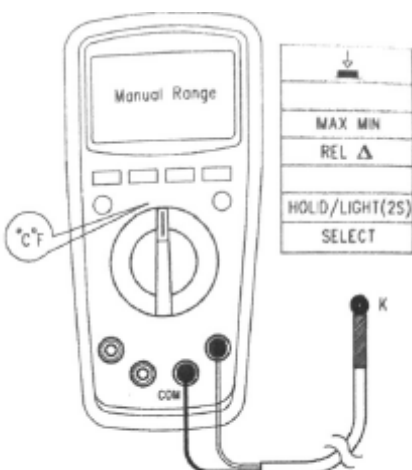

Figure 9
7) Измерение температуры (только для UT139C) (смотреть Figure 9)